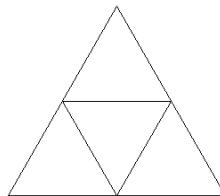

图 4-46 塔形三角形
11. 设置物体捕捉功能，并绘制如图4-46所示的塔形三角形。